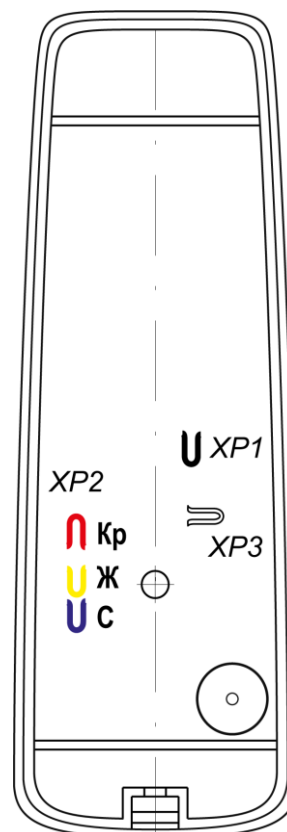

Рисунок 3. Расположение трех перемычек «Конфигурация» (XP2), перемычек «Отключение концевого резистора» (XP1) и «Тип выходного интерфейса» (XP3)
Номер считывателя от 1 до 8 задается с помощью конфигурационных перемычек **XP2** (см. рис. 3). Соответствие номера считывателя положению перемычек указано в таблице 1.
Для изменения формата выходных данных интерфейса *Wiegand* необходимо при монтаже считывателя перекусить кусачками соответствующие перемычки-проводом *XP2* (см. рис. 3), расположенные на тыльной стороне корпуса считывателя под металлическим основанием. Изменение формата выходных данных интерфейса *Wiegand* производится перекусыванием перемычек в соответствии с Таблицей 4.
Считывание кода подтверждается считывателем кратковременным миганием индикатора желтым цветом, сопровождаемое кратковременным звуковым сигналом. Для включения варианта управления «*double-line*» необходимо при монтаже считывателя перекусить кусачками перемычку-провод красного цвета «*single-double*» **XP2** (см. рис. 3), расположенную на тыльной стороне корпуса считывателя под металлическим основанием.
5. При помощи трех перемычек **XP2** (см. рис. 3):
6. При работе с интерфейсом *RS-485* учтите, что с целью предотвращения искажений сигнала на концах линии связи *RS-485* должны быть установлены концевые резисторы. В считывателе **PERCo-IR13** такой резистор предусмотрен конструктивно. Если устанавливаемый считыватель не является конечным устройством на линии связи, то на нем необходимо отключить концевой резистор, для чего перекусите перемычку **XP1** (черного цвета, см. рис. 3). Проверьте наличие концевых резисторов на реальных концах линии связи интерфейса *RS-485*.